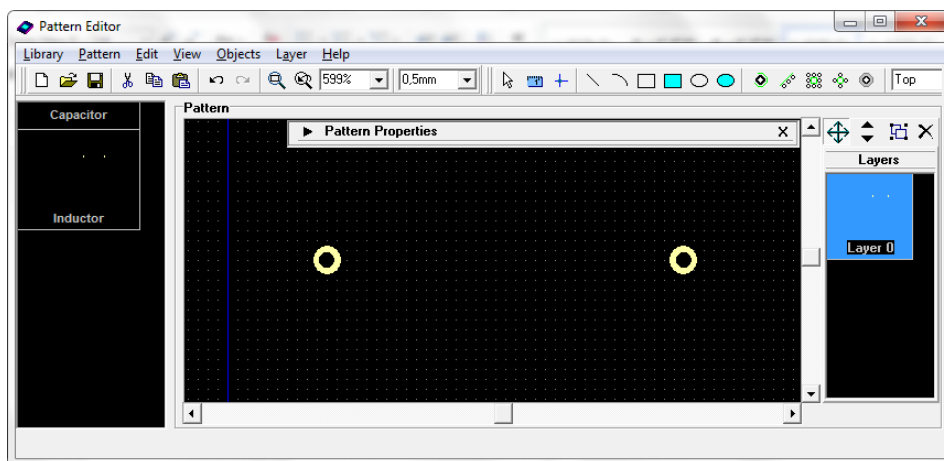

Рис. 3.9.1
3) Установить шаг сетки **0,5 мм**. Установить контактные площадки посадочного места микросхемы. Для этого выполнить команду **Place Pad**. Поставить курсор в точку (5; 10) и щелкнуть ЛК. Перевести курсор в точку (23;10) и щелкнуть ЛК, а затем ПК. Будут установлены контактные площадки под выводы катушки индуктивности. Результат представлен на рис. 3.9.1.